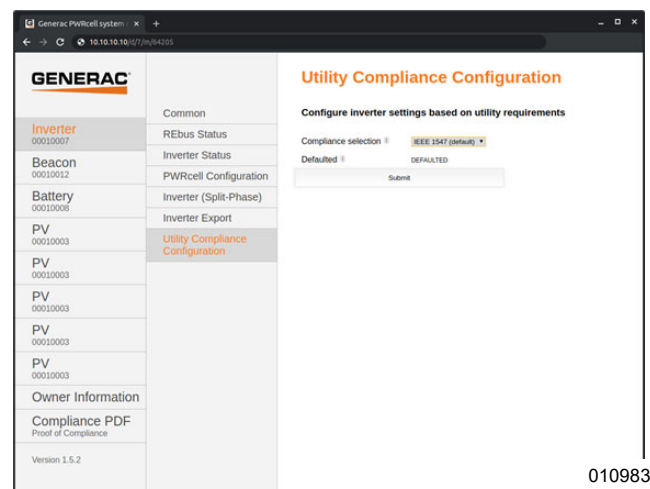

Figure 6-31. Configuration de la conformité au réseau
2. Voir Figure 6-31. Cliquer sur Utility Compliance Configuration (Configuration de la conformité au réseau) et sélectionner la norme de conformité qui convient dans le menu au bas de la page. Cliquer sur Submit (Soumettre) pour appliquer la norme de conformité. Les paramètres saisis ne prennent pas effet tant qu'on n'a pas cliqué sur le bouton Submit.